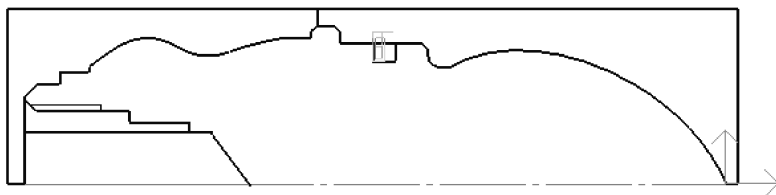

图 8-150 左端外沟槽轮廓加工刀具路径
(4) 生成左端外沟槽加工刀具路径 左端外沟槽刀具路径的加工方法和参数设置与 8.1.3 节中介绍的外沟槽加工的设置方法一样，这里就不再详细介绍。生成的刀具路径如图 8-150 所示。